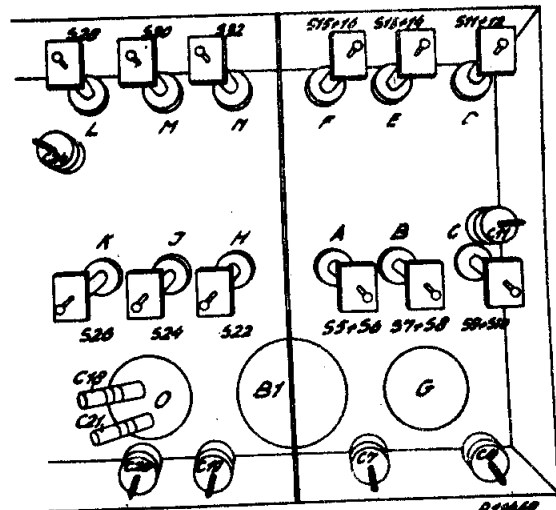

Fig 9
H.F. en OSCILLATORKRINGEN (Fig. 9)